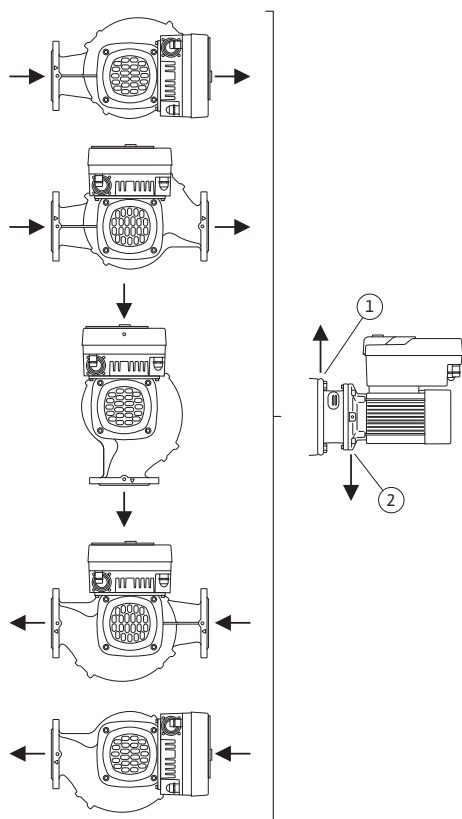

Fig. 17: Povolené montážne polohy s horizontálnym hriadeľom
- Pri horizontálnom hriadeľ motora je potrebné, aby sa otvor na odtekanie kondenzátu nachádzal dole (Fig. 17, pol. 2). V prípade potreby sa musí motor otočiť.